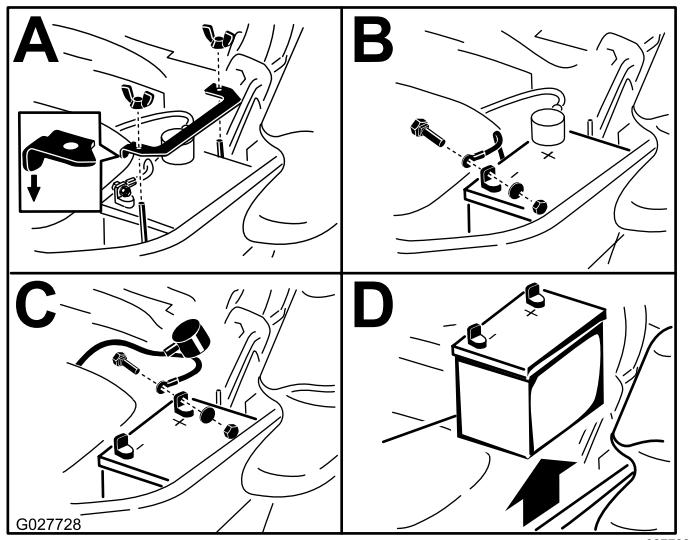

Figura 55
- Retire la batería, según se muestra en Figura 55.